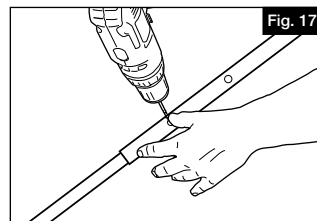
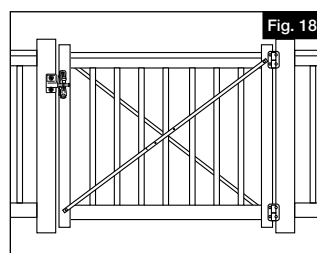

Fig. 17
Fig. 18
- 14.** Fije el tirante en los montantes. Taladre un extremo del tirante a través del agujero para tornillo provisto (Fig. 17). Fije el tirante en el montante mediante el uso de los tornillos #8 de 3/4" (19 mm) suministrados (pieza M de la lista de componentes). Repita este paso en el otro extremo del tirante (Fig. 18).